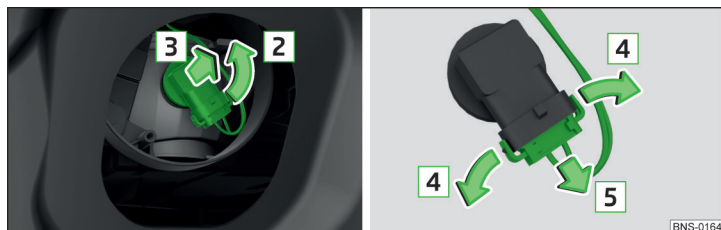

Fig. 376 Cambiar la bombilla del faro antiniebla
- Girar el portalámparas con la bombilla hasta el tope en el sentido de la flecha **2** » fig. 376.